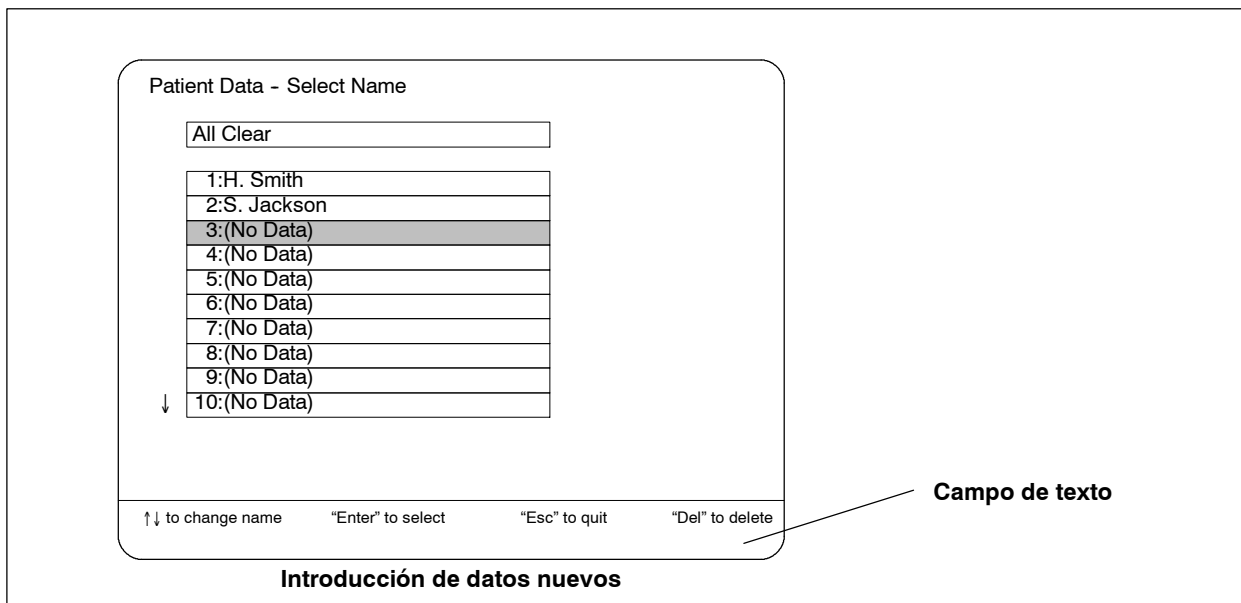

Figura 6.30
1. Mediante las teclas "↑" y "↓" marque [(No Data)] y pulse la tecla "Enter" (ver figura 6.30).